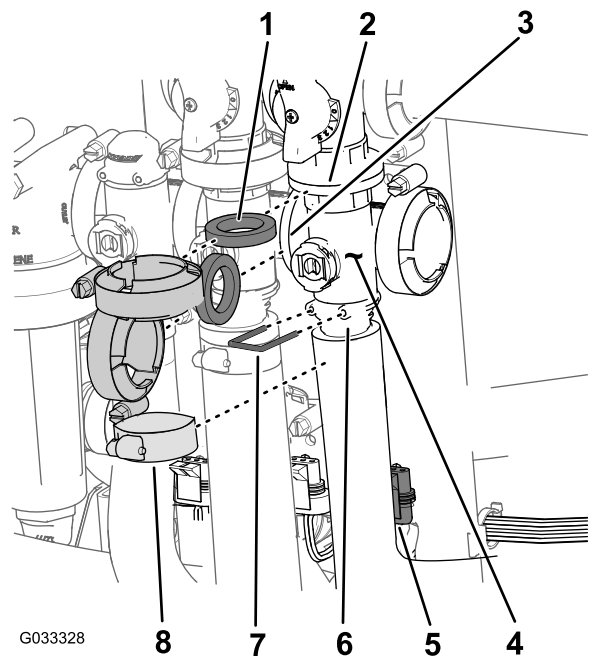

Figure 71
1. Retirez les colliers et les joints qui fixent le collecteur de la vanne principale (Figure 71) à la vanne de dérivation de section, la vanne d'agitation et la soupape de collecteur (au bout du flexible du débitmètre).
2. Retirez l'étrier qui fixe le raccord de sortie au collecteur de la vanne principale (Figure 71).